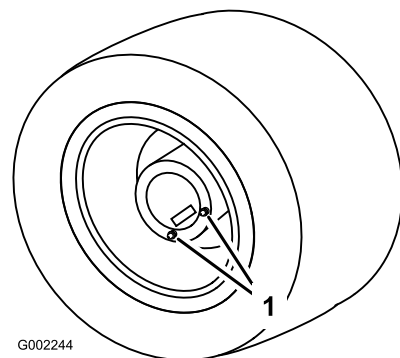

Figura 77
1. Coloque el fumigador sobre una superficie nivelada con las ruedas traseras posicionadas para el drenaje (Figura 77).
- Coloque un recipiente debajo de los tapones de vaciado y retírelos de la rueda (Figura 77).